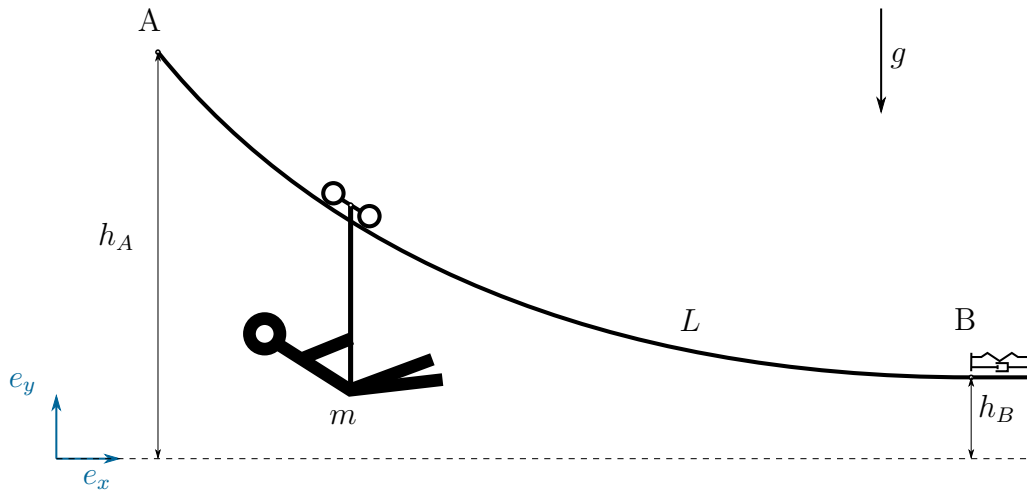

Abbildung 3: Flying Fox.
2. In Abbildung 3 ist ein sogenannter Flying Fox dargestellt. Die Punkte A und B sind über ein Stahlseil der Länge L miteinander verbunden und eine Person gleitet mittels einer Seilrollenkonstruktion daran hinunter. Die Seilrollenkonstruktion besteht im Wesentlichen aus den Seilrollen und einem Sitzbügel, der zwischen den Seilrollen drehbar gelagert ist. Die Masse der Person beträgt m . Die Masse der Seilrollenkonstruktion wird vernachlässigt. Die Punkte A und B befinden sich jeweils in den Höhen h_A und h_B über einem Referenzkoordinatensystem. Es kann angenommen werden, dass während der Gleitphase der Sitzbügel stets senkrecht steht. Gravitation mit der Gravitationskonstanten g herrscht in negativer e_y -Richtung.